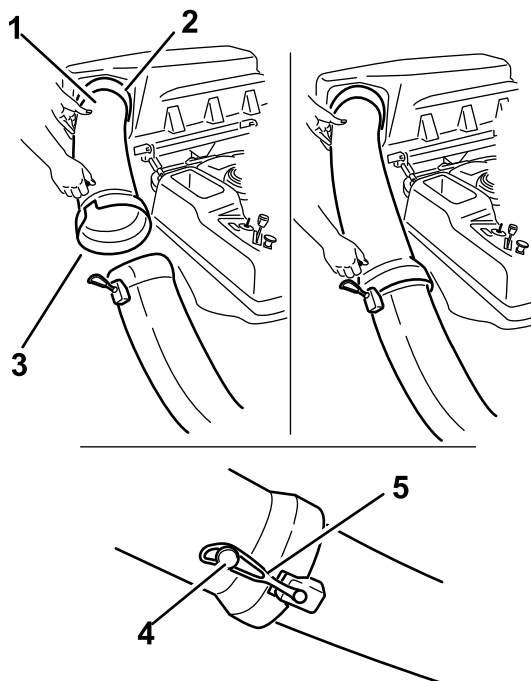

Figura 41
1. Glisați capătul curbat al tubului de evacuare în deschiderea de la partea de sus a sistemului de colectare (Figura 41).
2. Glisați capătul evazat al tubului de evacuare peste capătul jgheabului. Deplasați banda de fixare din cauciuc de pe elementele de fixare ale jgheabului peste buonul de pe tubul de descărcare pentru a-l fixa (Figura 41).